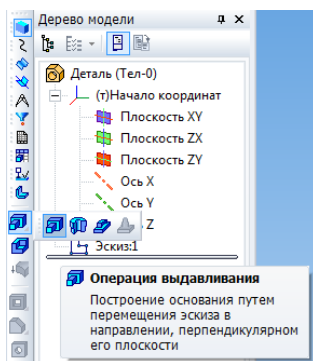

Рис. 2.4. Выбор кнопки *Операция выдавливания*
3. Необходимо в вкладке *Редактирование детали*  выбрать кнопку *Операция выдавливания* как на рис. 2.4